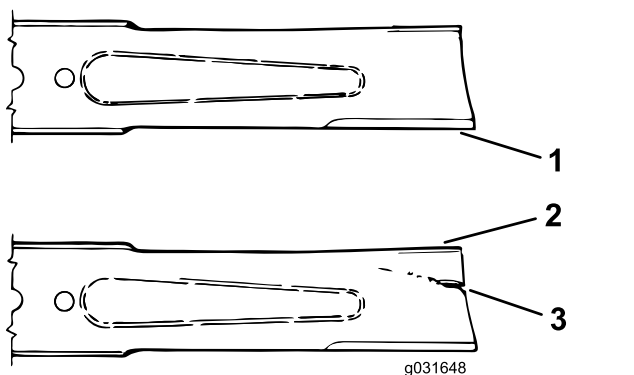

Figura 75
3. Verificate accuratamente i taglienti, con particolare attenzione ai punti d'incontro delle sezioni piatta e curva della lama (Figura 75).